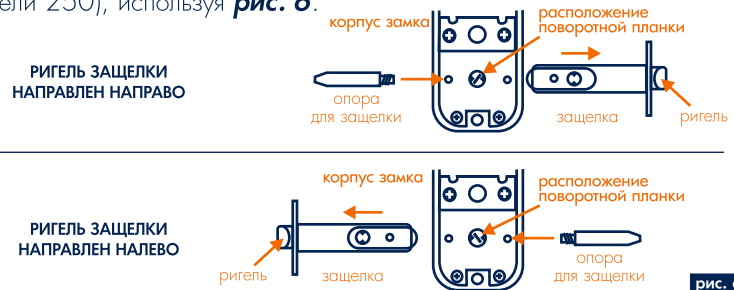

рис. 6
2.6 Установка опоры (12) для защелки
Опора (12) необходима для точной фиксации защелки (5) в двери. Установите опору (12) для защелки (5) в корпус замка (1) (кроме модели 250), используя **рис. 6**.
- приставьте корпус замка (1) и накладку замка (2) к двери, как показано на **рис. 2**, причем поворотная планка должна располагаться в корпусе замка в определенном положении см. **рис. 6**;